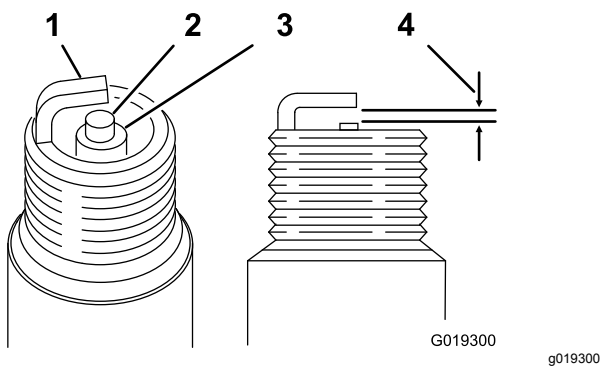

Figura 33
consulte Figura 33
3. Ajuste la distancia entre electrodos a 0,70–0,80 mm (Figura 33)